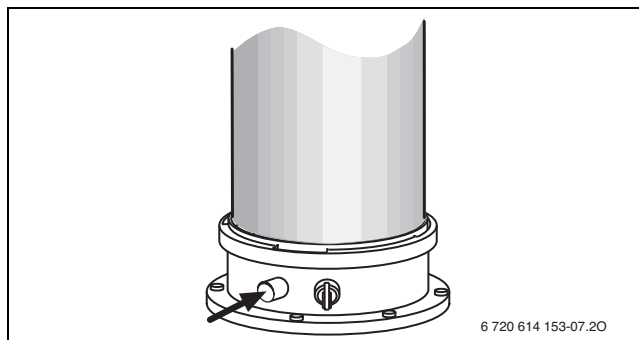

Fig. 58 Orificiu de măsurare a gazelor arse
- Deschideți șurubul micrometric pentru presiunea diferențială a vanei de gaz (→ Fig. 58).